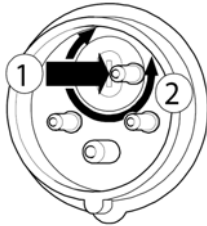

Abb. 8: Motor-Drehrichtung ändern
Schritt 1: Die Scheibe im Stecker mit einem Schraubenzieher hineindrücken und um 180° verdrehen (Abb. 8).